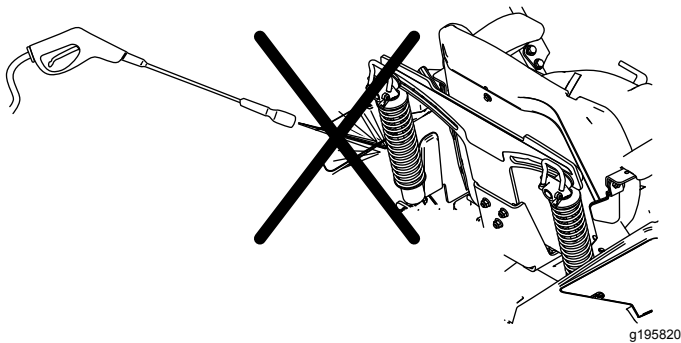

Figure 123
**Remarque:** Ne nettoyez pas les amortisseurs au jet d'eau sous pression (Figure 123).